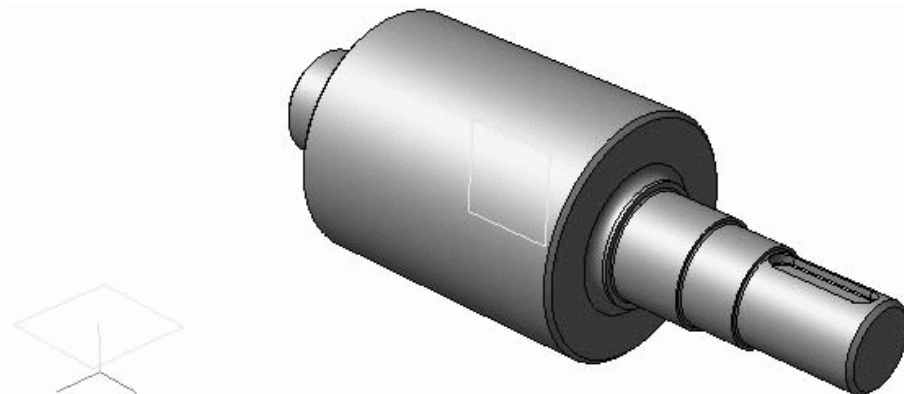

Рис. 3.67. Начало формирования модели ведомого вала
3. С помощью Операции вращения создайте основание модели вала-шестерни (вал необходимо выполнить сплошным сфероидом без тонкой стенки). На выходной ступени создайте шпоночный паз (эскиз можно скопировать с чертежа редуктора или построить самостоятельно по известным размерам) точно так же, как и для ведомого вала. Сначала создаем вспомогательную плоскость, а затем вырезаем паз выдавливанием на глубину 5,5 мм (рис. 3.67). В свойствах детали настройте оптические свойства вала-шестерни по своему усмотрению.